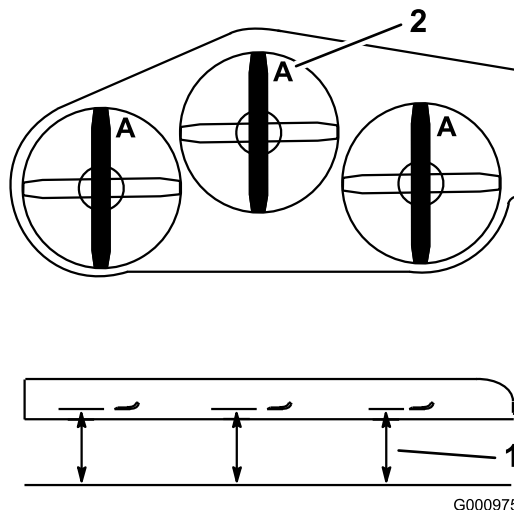

Figure 76
3. Tournez les lames dans le sens longitudinal. Mesurez la distance entre la surface plane et le tranchant (position A) des lames (Figure 76). Notez cette valeur.